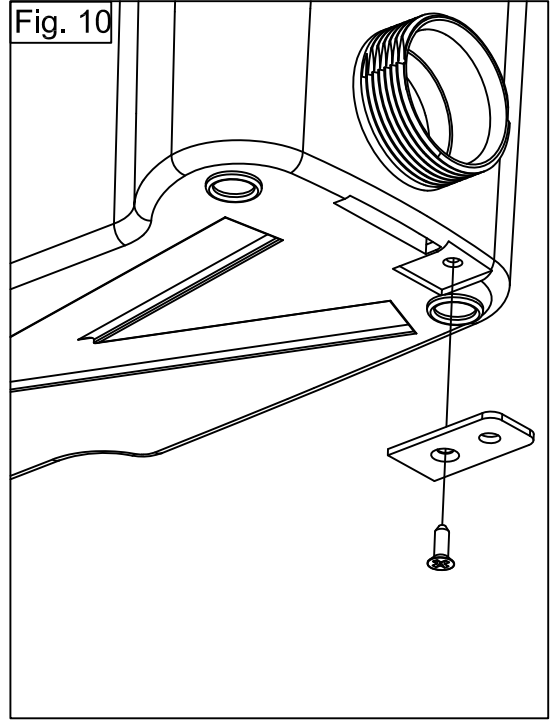

Fig. 11
12) RACCORDEMENT A L'ÉVACUATION : fig. 11
- Mettre en place le coude d'évacuation (A) et l'orienter dans le sens d'évacuation, serrer le coude sur l'appareil à l'aide d'un collier (C3).